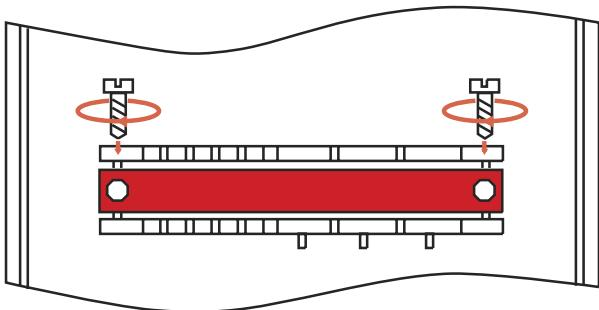

Рисунок 10. Крепление кабелей с помощью специальной монтажной планки.
- Закрепите кабели датчиков, кабели шаровых электроприводов и кабель питания 220 вольт с помощью специальной монтажной планки (рисунок 10).